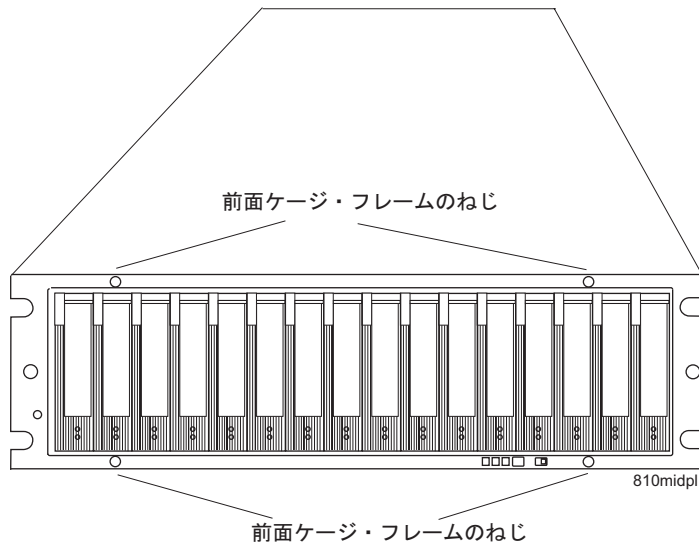

図 86. 前面ケージ・フレームねじ位置
9. #1 プラスねじ回しを使用して、176 ページの図 86 に示すように、ミッドプレーンの前面ケージ・フレームのねじ 4 個を緩めます。
16. 前面ケージ・フレームの 4 個のねじを締めます。176 ページの図 86 を参照してください。